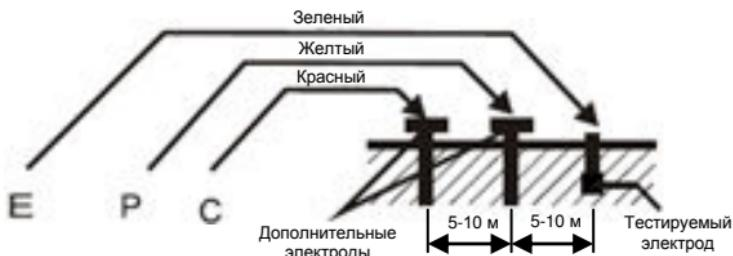

Рис. 1
- (1) Подключить зеленый, желтый и красный тестовые провода к разъемам прибора «Е, Р и С», затем подсоединить их к дополнительным электродам Р1, С1, заглубленным в землю на одной линии (рис.1).
- (2) Повернуть переключатель режимов в соответствующее положение, затем нажать кнопку тестирования, чтобы проверить показания.
- (6) Поскольку ток измерения ниже 2 мА автомат защиты цепи (ELCB) не сработает в том случае, если силовая установка им оснащена.
* Выполнить подключения согласно рис. 1.